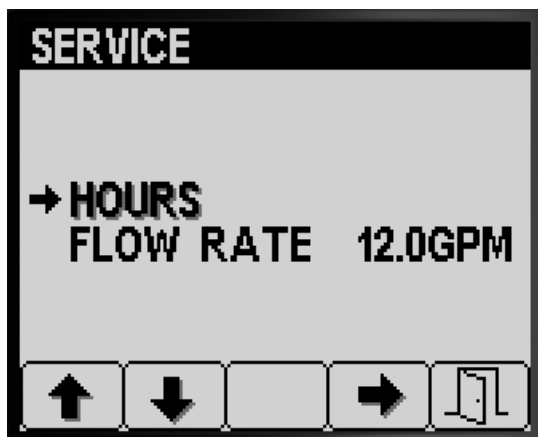

Figura 80
1. Pulse el botón 1 o el botón 2 en la pantalla Service (Mantenimiento) hasta llegar a la opción HOURS (horas) (Figura 80).
2. Pulse el botón 4 para seleccionar la opción Hours (horas) (Figura 80).